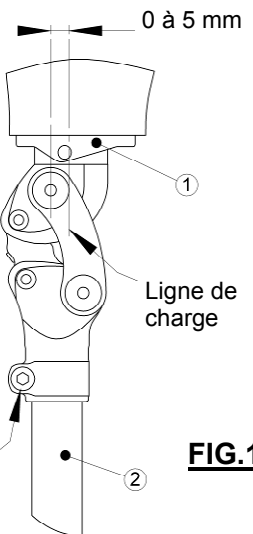

FIG.1
B) CONNEXIONS (Fig. 1)
C) ALIGNEMENT (Fig. 1)